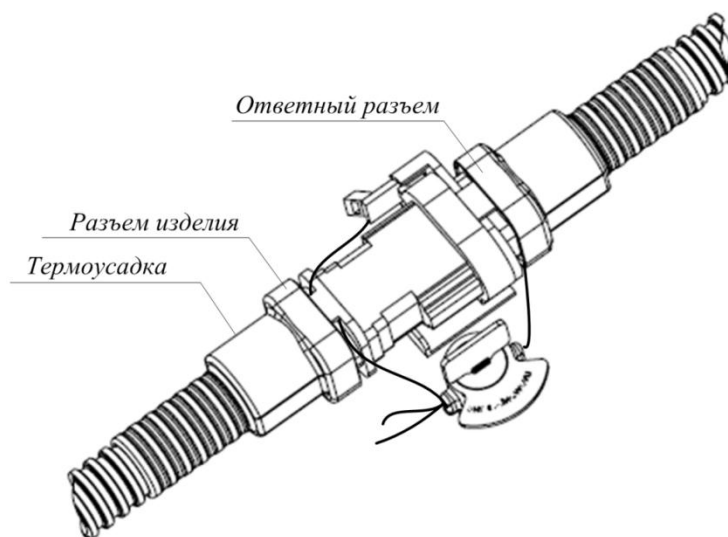

Рисунок 35
Для датчика уровня топлива LLS 20160 установить защитную пломбу на разъем (Рисунок 35). Для датчика уровня топлива LLS 20230 установить защитные пломбы на оба разъема БИС 20240 аналогично установке защитной пломбы для датчика уровня топлива LLS 20160.
- 1) Продеть пломбировочную проволоку через отверстия разъемов изделия и ответного разъема, таким образом, чтобы проволока проходила с разных сторон разъемов (Рисунок 35).